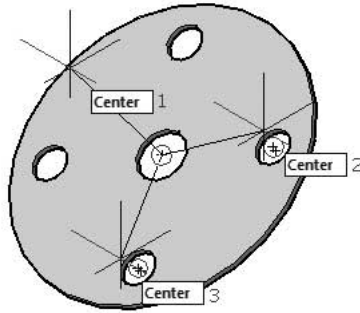

Рис. 12.1. Три точки привязки к прокладке
4. Укажите базовую точку с привязкой **Центр (Center)** — центр окружности основания прокладки (рис. 12.1):